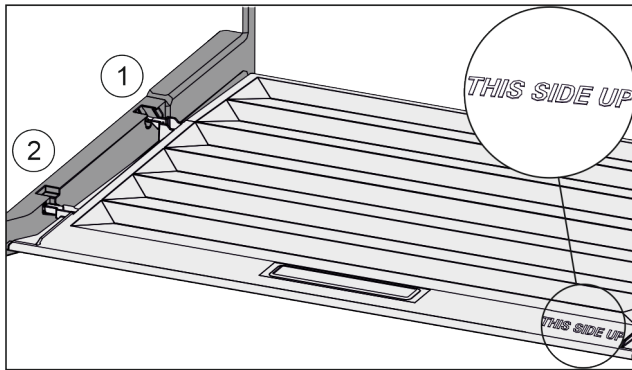

Fig. 82
- Vie kannen korkeosa takimmaisessa kiinnittimessä Fig. 82 (1) olevan aukon kautta sisään ja kiinnitä se edessä kiinnittimeen Fig. 82 (2).